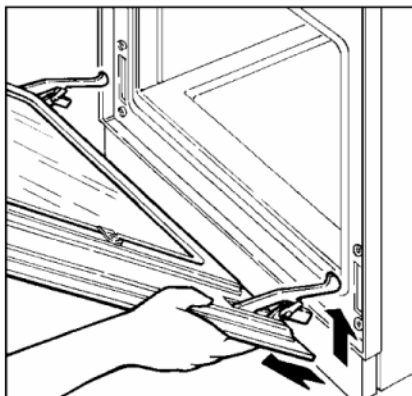

Fig. 6
- Til de deur voorzichtig op en trek deze terug (Fig. 6).